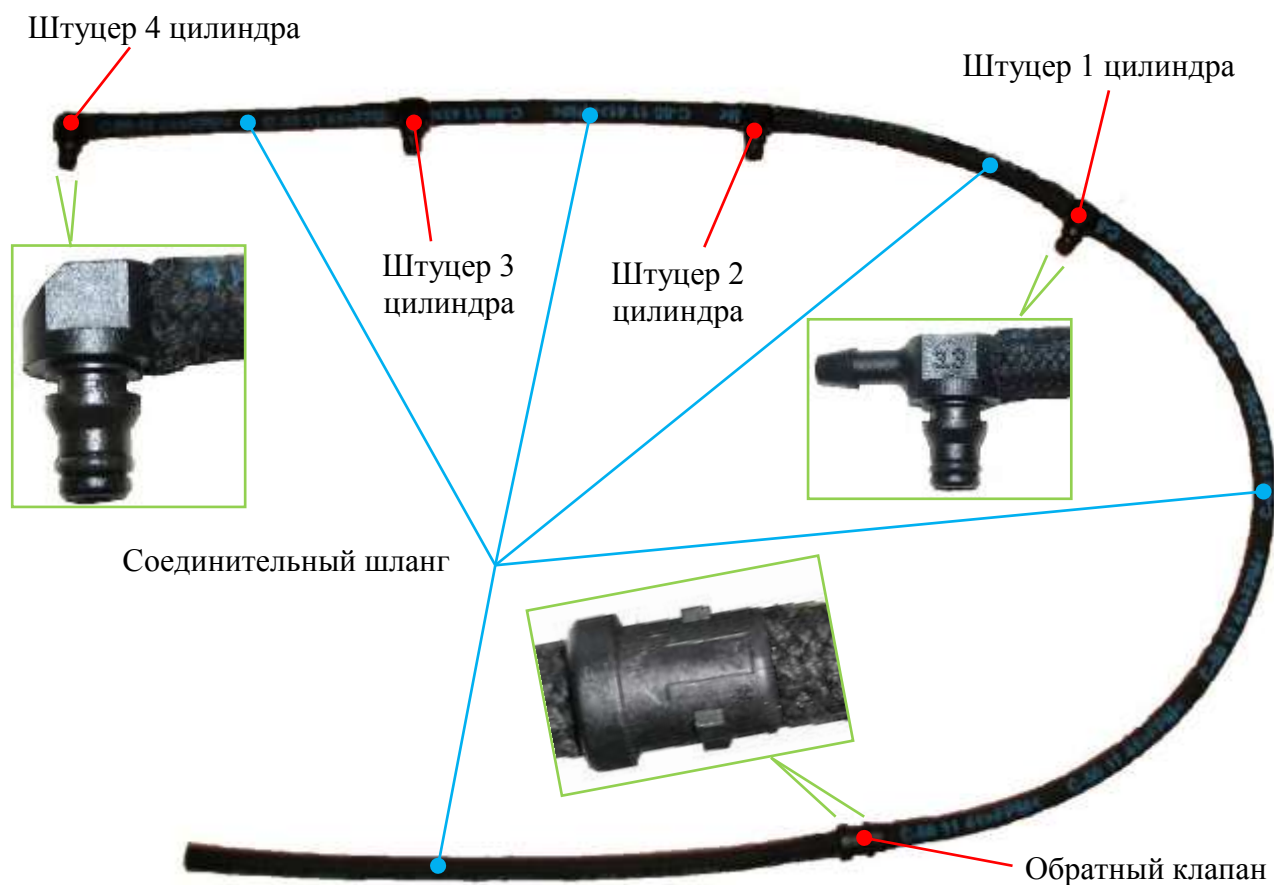

Рис. 66. Внешний вид топливопровода отсечного топлива.
**Топливопровод отсечного топлива с топливных форсунок** (рис. 66) служит для отвода топлива от топливных форсунок во время их работы в топливный бак. Топливопровод поставляется ф. BOSCH в сборе и состоит из 5 резиновых соединительных шлангов, 4 штуцеров закрепляемых в гнезде электромагнитного клапана топливной форсунки, и обратного клапана, сохраняющего избыточное давление топлива в топливопроводе и предотвращающего завоздушивание топливной системы при остановке двигателя и обесточивании электромагнитных клапанов топливных форсунок.